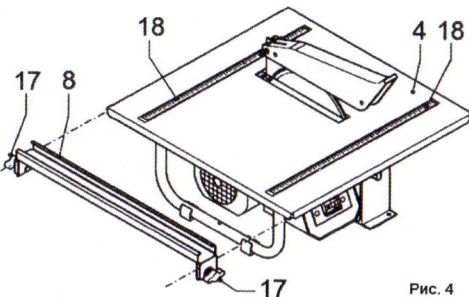

Рис. 4
Установка и регулировка параллельной направляющей (См. Рис.4)
- Ослабьте винты-фиксаторы (17) (См. Рис.4) на несколько оборотов.
- Задвиньте параллельное направляющее устройство (8) за кромку рабочего стола (4), как показано на рисунке 4.
- Установите направляющую (8) на необходимом расстоянии от кромки.
- Установка контролируется по показаниям шкалы (18).
- Затяните винты-фиксаторы (17).